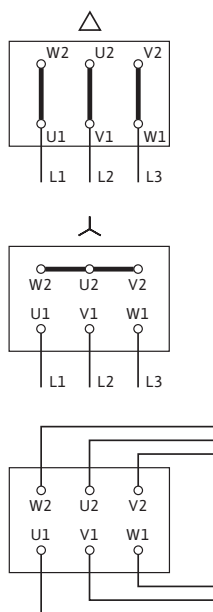

Fig. 43: Maitinimo įtampa
Elektros prijungimo schema nurodyta ant gnybtų dėžutės dangtelio (taip pat žr. Fig. 43).
- Maitinimo įtampa priklauso nuo variklio galios  $P_2$ , tinklo įtampos ir įjungimo būdo. Sujungimo tiltelių gnybtų dėžutėje jungimo schema parodyta toliau pateiktame sąraše „Lent. 4: Prijungimo gnybtų išdėstymas“ p. 17 ir Fig. 43.